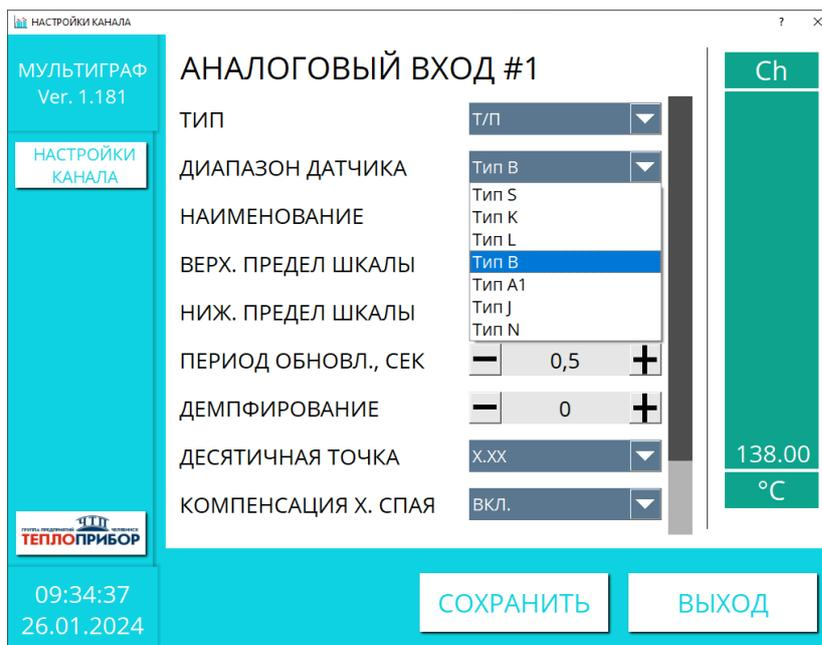

Рисунок 2.12 – Параметры настройки входа измерения термомпар
3) При измерении температуры при помощи термопар доступны следующие типы: S, K, L, B, A1, J, N (рис. 2.12);